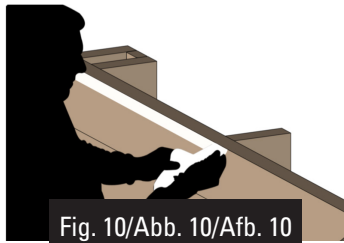

Fig. 10/Abb. 10/Afb. 10
- Stick the two-faced adhesive tape panel by panel, aligning it with the upper part of the top boards (figure 10).
- Collez l'adhésif double face pan par pan, en, l'alignant au sommet des madriers supérieurs (figure 10).
- Kleben Sie das doppelseitige Klebeband, Paneel nach Paneel, auf, indem Sie es am oberen Teil der oberen Bretter ausrichten (Abb. 10). Wenn das Holz ein wenig feucht oder staubig ist, können Sie es mit Sandpapier glätten, um das Anhaften zu erleichtern.
- Plak het dubbelzijdig plakband van paneel tot paneel, in lijn met het bovenste deel van de bovenste planken (afbeelding 10). Indien het hout een beetje nat of stoffig is, kunt u het met schuurpapier gladder maken zodat de hechting beter is.